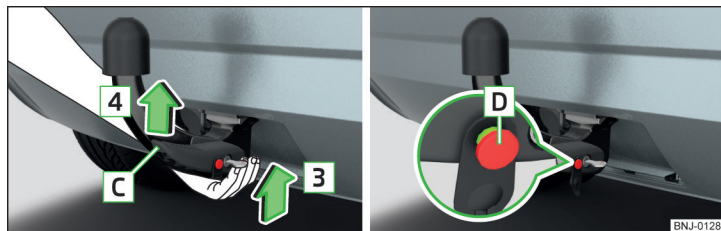

Fig. 155 Introducerea tijei cuplei sferice/bolț de eliberare în poziție desfășurată
- Prindeți tija cuplei de jos » fig. 155 și introduceți-o în locașul de fixare în sensul săgeții [3] până când se fixează cu zgomot » !.